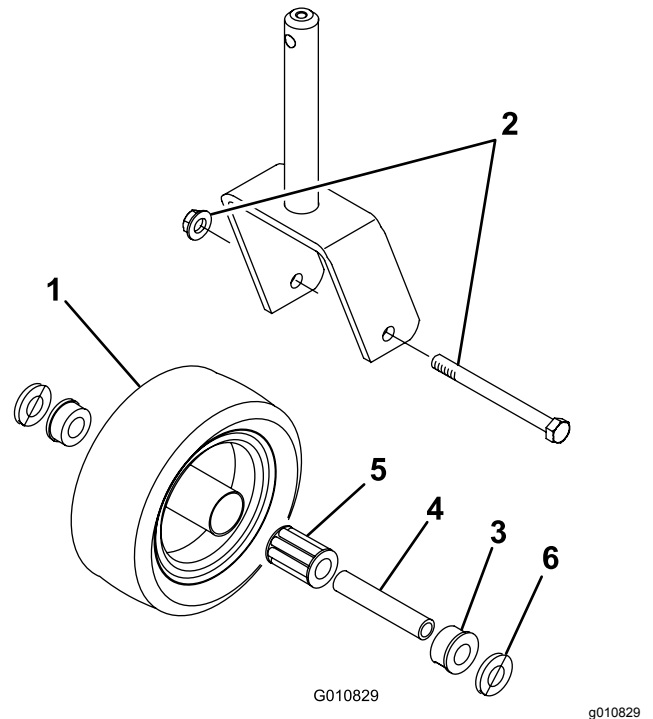

Figura 22
1. Retire la contratuerca del tornillo de caperuza que sujeta el conjunto de la rueda giratoria a la horquilla (Figura 22).
3. Retire el casquillo intermedio del cubo de la rueda (Figura 22).
9. Coloque el otro casquillo en la parte abierta del cubo de la rueda para fijar el cojinete dentro del cubo (Figura 22).